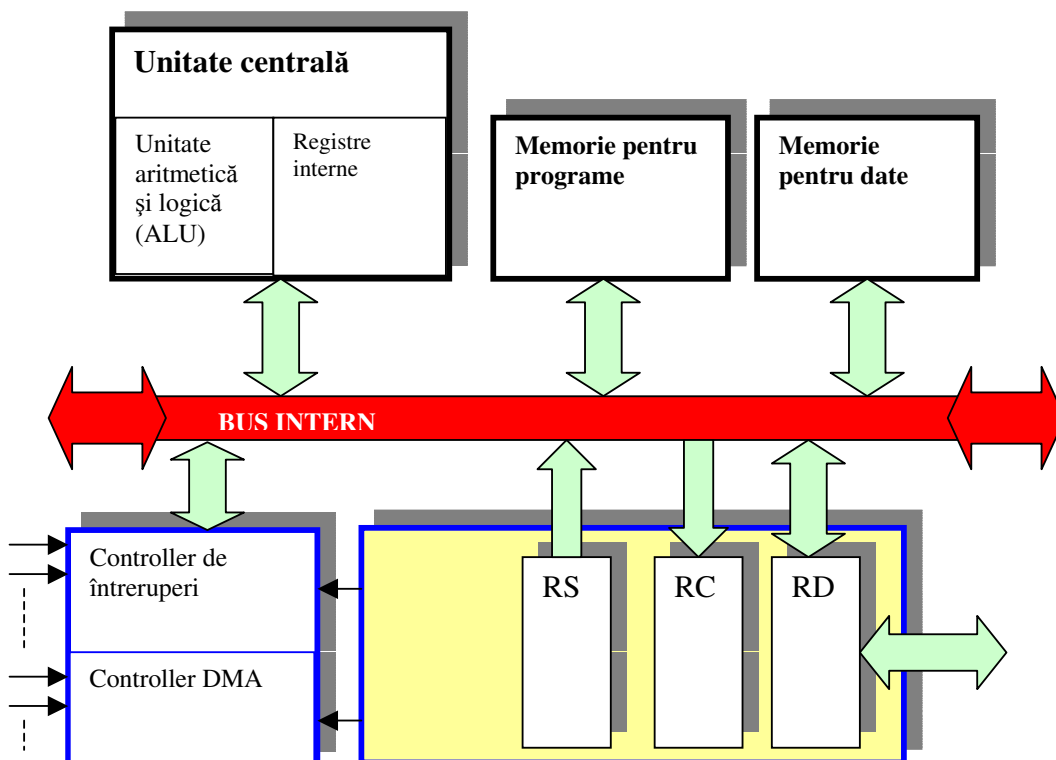

Figura 7.1. Schema bloc generală simplificată a unui microcontroller
Microcontrollerul (MC) are schema bloc generală simplificată din figura 7.1. În această schemă sunt puse în evidență interfețele, numite și dispozitive de intrare ieșire I/O.